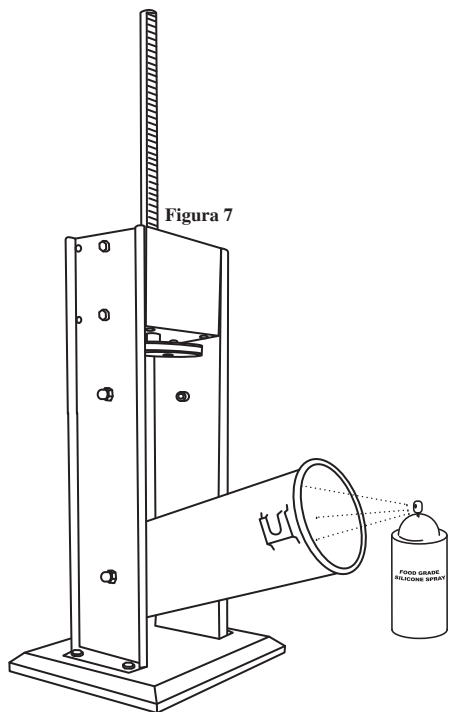

Figura 7
9. Antes de usarlo, cubra muy bien el interior del **recipiente** con un lubricante para alimento (figura 7).